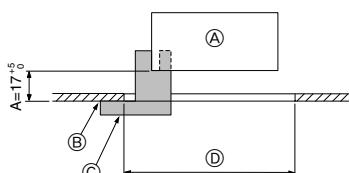

Fig. 5-2
5.2. Preparar a fixação da grelha (Fig. 5-2)
- Utilizando o manómetro ③ fornecido com este kit, ajuste e verifique a posição da unidade em relação ao tecto. Se a unidade não estiver adequadamente posicionada em relação ao tecto, poderá permitir a existência de fugas de ar ou provocar a acumulação de condensação.